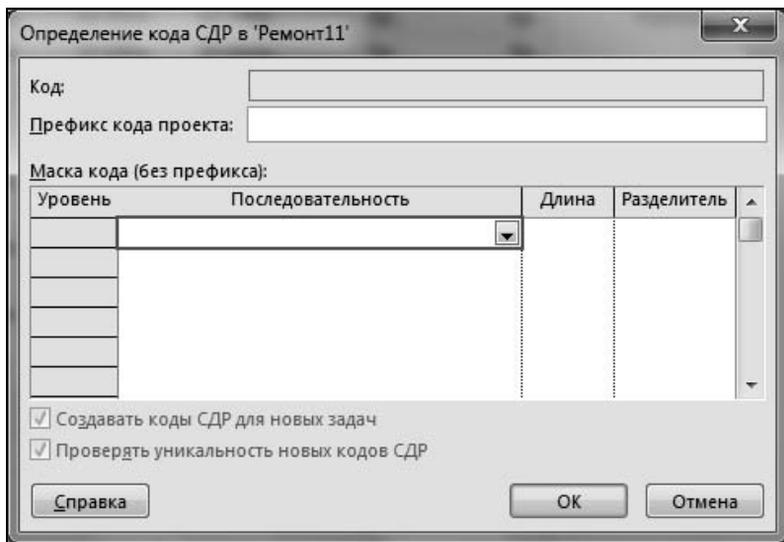

Рис. 7.1. Окно определения кода СДР
2. Выбрать вкладку **Проект** ленты меню и в области **Свойства** выбрать команду **СДР**. В открывшемся меню выбрать команду **Определить код**. Вид открываемого при этом окна показан на рис. 7.1.
- выделить щелчком левой кнопки мыши ячейку первой строки показанной на рис. 7.1 таблицы в столбце **Последовательность**;